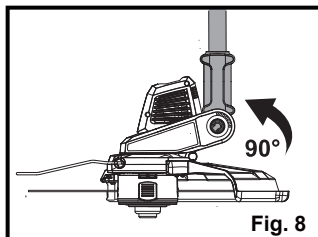

Fig. 8
- Réglez sur la position souhaitée: Réglez sur 135° lorsque vous coupez l'herbe sur un terrain plat. Réglez sur 90° ou 180° lorsque vous coupez l'herbe à proximité de bords ou de murs (Fig. 8 - 10).